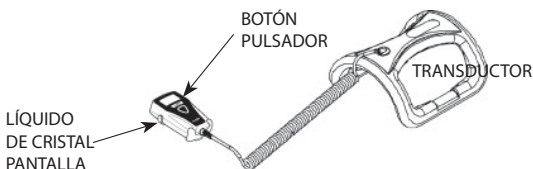

Figura 3. OL1000 SC
3. Para iniciar un tratamiento, presione el “botón pulsador” junto a la pantalla de cristal líquido (consulte la Figura 3), **manténgalo pulsado hasta que suene el pitido y después libérela**.